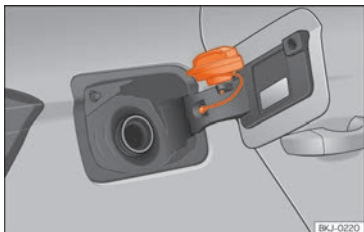

Fig. 186 Tapa del depósito con el tapón encajado.
- Colóquelo en el espacio que hay en la bisagra de la tapa abierta »» **fig. 186.**